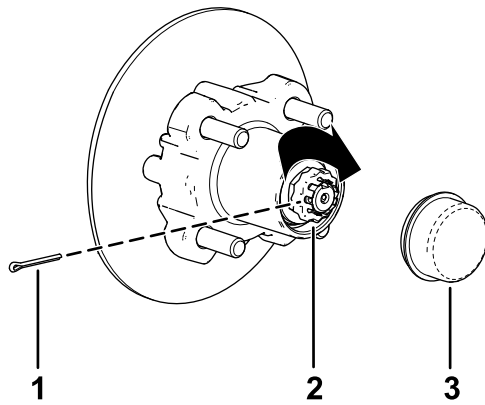

Figure 36
8. Placez le frein d'écrou sur l'écrou et vérifiez que la fente du frein d'écrou et le trou dans la fusée sont alignés et permettent d'insérer la goupille fendue (Figure 36).
9. Insérez la goupille fendue et repliez chaque jambe autour du frein d'écrou (Figure 36).
10. Reposez le couvercle-moyeu sur le moyeu (Figure 36).